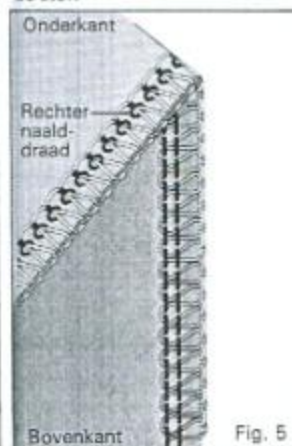

Fig. 5
- D. Als de rechter naalddraad te los is en duidelijk zichtbaar aan de onderkant van de stof (zie pag. 13 Fig. 5) vermeerder dan de rechter naalddraad-spanning (geel).